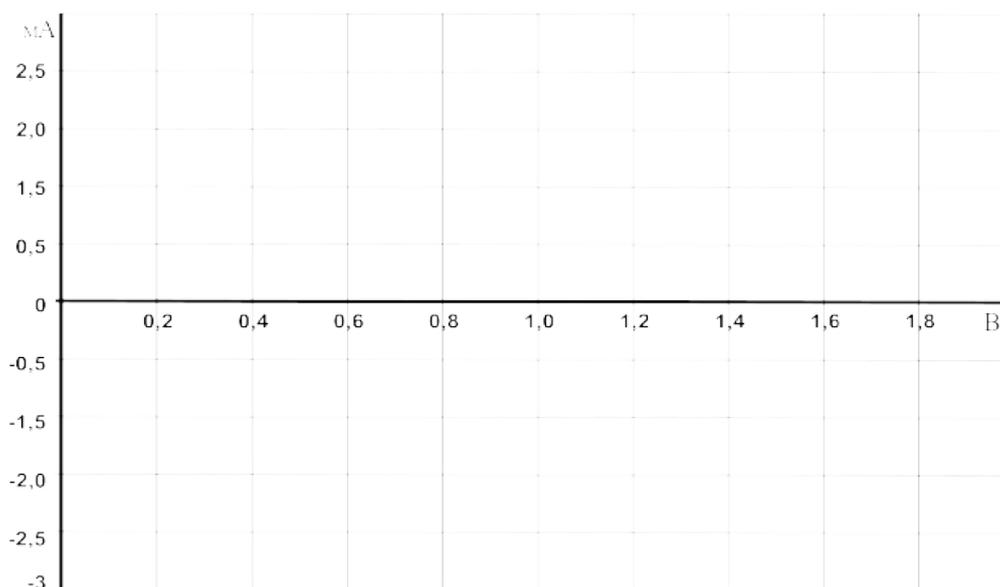

Рисунок 9
3.3. На рис. 9 постройте графики $I_y(U_{yk})$ при увеличении и уменьшении напряжения. На графике отметьте напряжения $U_{отп}$ и ток $I_{отп}$.